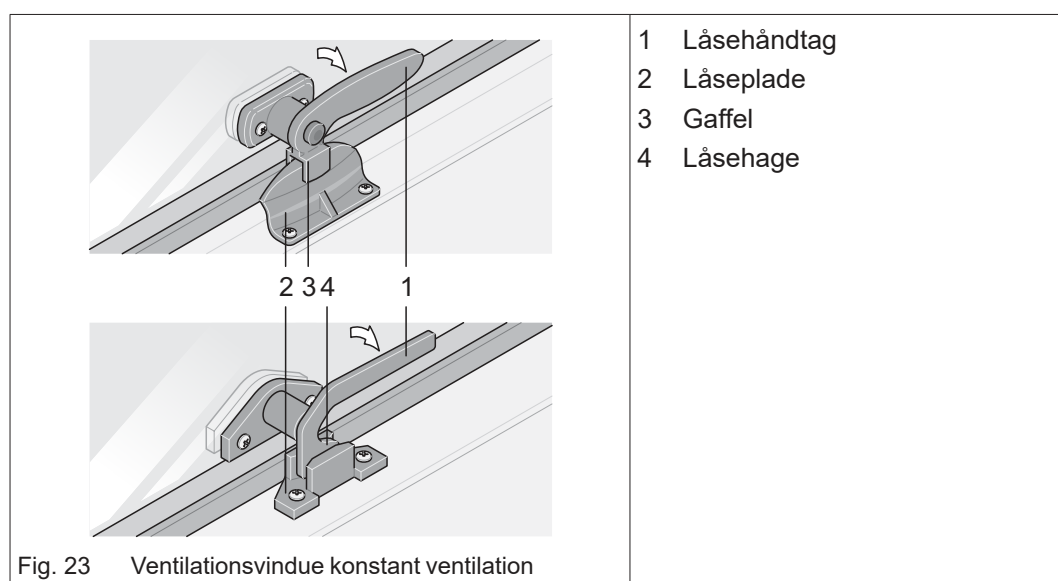

Fig. 23 Ventilationsvindue konstant ventilation
- ➔ For konstant ventilation skal alle låsehåndtag (Fig. 23/1) på vinduets nederste kant stå i positionen "konstant ventilation".
- ➔ Ved låsehåndtag (Fig. 23/1) **med** sikkerhedsknap skal du sørge for, at gafflen (Fig. 23/3) har fat om låsepladen (Fig. 23/2), når du lukker håndtaget (Fig. 23/3).
- ➔ Ved låsehåndtag (Fig. 23/1) **uden** sikkerhedsknap skal du sørge for, at låsehagen (Fig. 23/4) ligger nede i låsepladens (Fig. 23/2) fordybning, når du lukker håndtaget (Fig. 23/1).